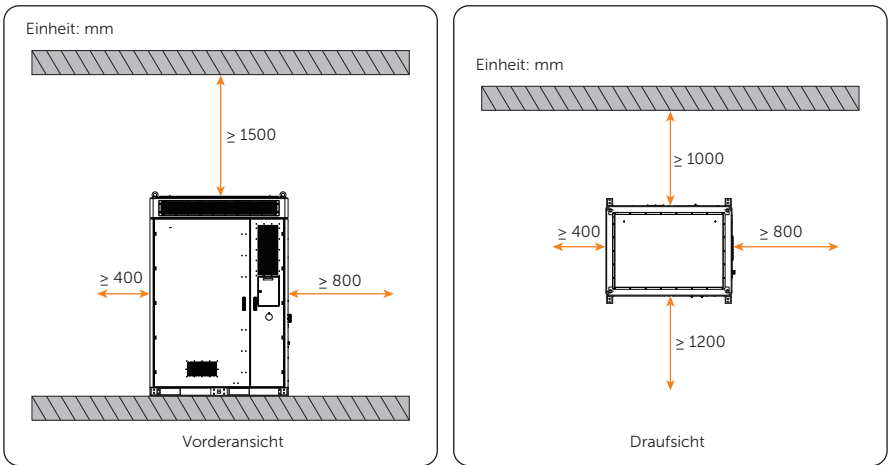

Abbildung 4-5 Einzel Schrank
- Einzelner Schrank (siehe Abbildung 4-5)